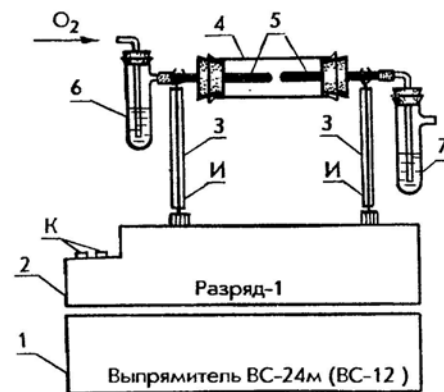

Рис. 5. Получение озона
Оборудование: выпрямитель ВС-24М или ВС-12 (рис. 5, 1), преобразователь высоковольтный типа «Разряд-1», «Разряд-2» или более новой модификации (2), две металлические стойки (3), самодельный озонатор (4), состоящий из стеклянной трубки длиной 60—80 мм, диаметром 18—20 мм, двух металлических трубок — искроразрядников диаметром 2—3 мм, длиной 40—60 мм или двух инъекционных игл (5), промывалки — 2 шт. (6, 7), газометр с кислородом.